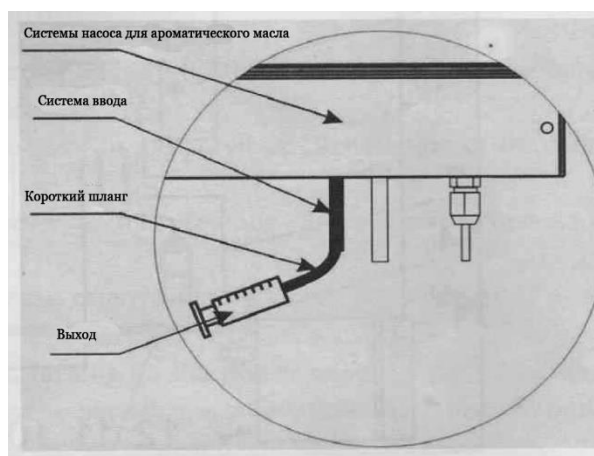

Рисунок 9
3. Вставьте один конец короткого шланга для инжектора на выпуск насоса для ароматического масла, а другой конец — на наконечник форсунки (см. рис. 9).